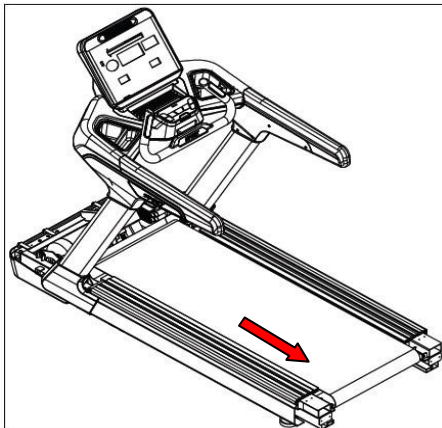

Abb. 4.6.3
4) Entfernen Sie dann die rechte und linke Schiene in Pfeilrichtung wie in Abb. 4.6.3 dargestellt.